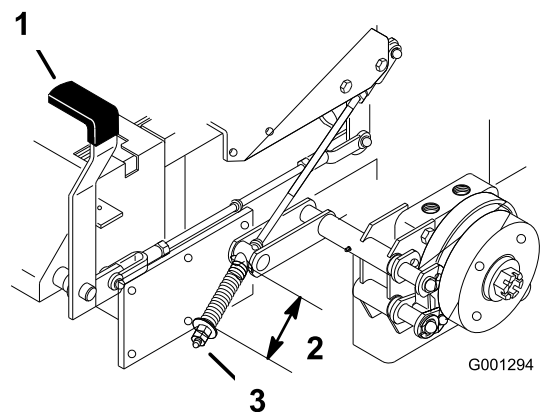

Figura 68
2. Mida la longitud del muelle (Figura 68).
3. Si es necesario un ajuste, quite el freno de estacionamiento, afloje la contratuerca que está debajo del muelle y ajuste la tuerca que está directamente debajo del muelle (Figura 68).